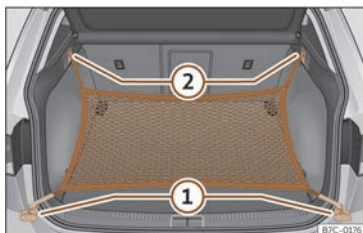

Fig. 114 Al maleter:argolles ① i ganxos ② per enganxar la bossa de xarxa.
- Fixeu els ganxos curts de la xarxa a les anelles d'amarratge»» **fig. 114** ① »» ⚠. La cremallera de la bossa ha de quedar cap amunt.
- Fixeu les cintes als ganxos per penjar bosses ②.